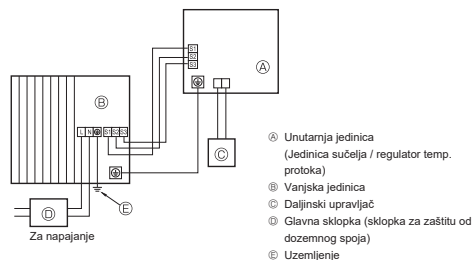
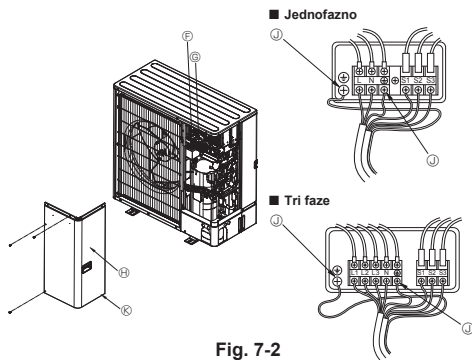

Fig. 7-1
Fig. 7-2
7.1. Vanjska jedinica (Fig. 7-1, Fig. 7-2)
- ① Uklonite servisnu ploču.
- ② Izvedite ožičenje kabela sukladno slikama Fig. 7-1 i Fig. 7-2.